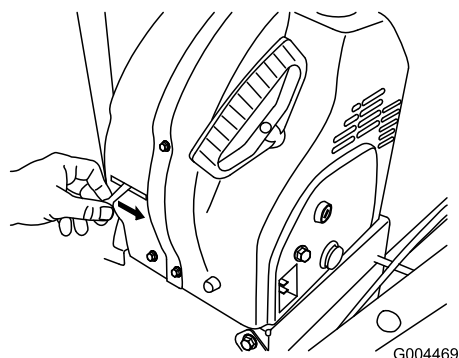

Figure 21
2. Déplacez la manette de starter vers la droite (Figure 21).